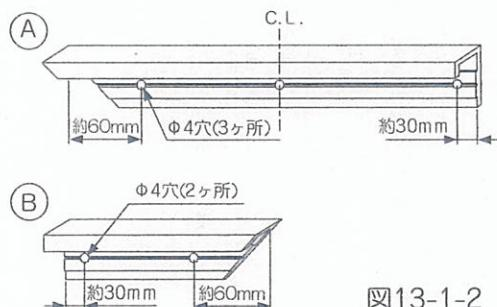

図12-1-2
②見切り部材の所定の位置にΦ4の穴を加工してください。(図12-1-2)